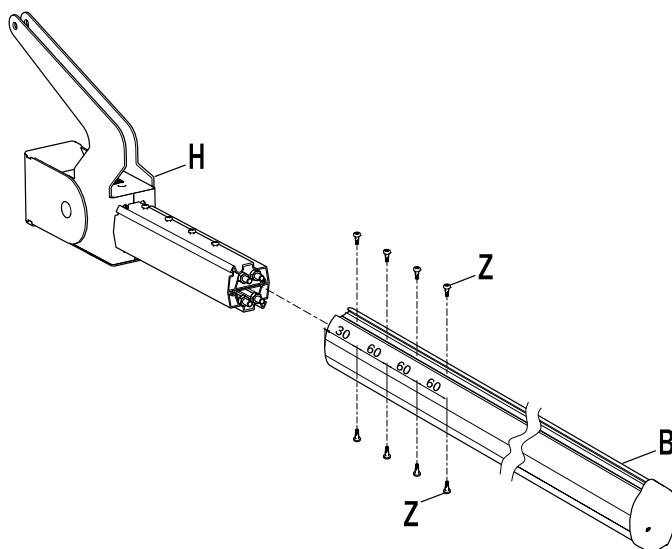

Fig. 4
1. Assemblare le flange di rotazione [G] oppure [H] fissandole nell'estremità libera del profilo [B], come indicato in Fig. 3 oppure Fig. 4, a seconda del modello prescelto (per i modelli **SND/BA/91/DW - SND/BA/91/UP** la flangia [G] è già fornita unita).
1. Assemble the rotation flanges [G] or [H] fastening them to the free end of section [B], as indicated in Fig. 3 or Fig. 4, according to the chosen model (for models **SND/BA/91/DW - SND/BA/91/UP** the flange [G] is already supplied together)..
1. Die Drehflansche [G] oder [H] an dem äußeren freien Ende des Stangenstücks [B] wie in der Abb. 3 oder Abb. 4, je nach dem gewählten Modell, befestigen. Mit den mitgelieferten (für die Modelle **SND/BA/91/DW - SND/BA/91/UP** wird der Flansch [G] bereits mitgeliefert).
1. Assembler les brides de rotation [G] ou [H] en les fixant au niveau de l'extrémité libre de l'axe [B], comme indiqué sur la Fig. 3 ou Fig. 4, en fonction du modèle choisi précédemment (pour les modèles **SND/BA/91/DW - SND/BA/91/UP** la bride [G] est déjà fournie ensemble).
1. Ensamble las bridas giratorias [G] o bien, [H] fijándolas en el extremo libre de la sección [B], tal como se muestra en la Fig. 3 o bien, Fig. 4, según el modelo elegido (para los modelos **SND/BA/91/DW - SND/BA/91/UP** la brida [G] ya se suministra junta)..
1. Montar os flanges de rotação [G] ou [H] fixando-os na extremidade livre do tronco [B], como indicado na Fig. 3 ou Fig. 4, de acordo com o modelo escolhido (para os modelos **SND/BA/91/DW - SND/BA/91/UP** a flange [G] já é fornecida em conjunto)..